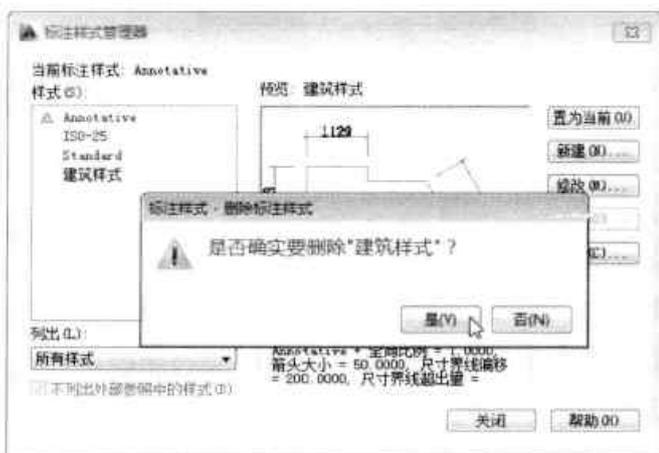

图9-20 确定是否删除
Step 03 在打开的系统提示框中，单击“是”按钮，如图9-20所示。